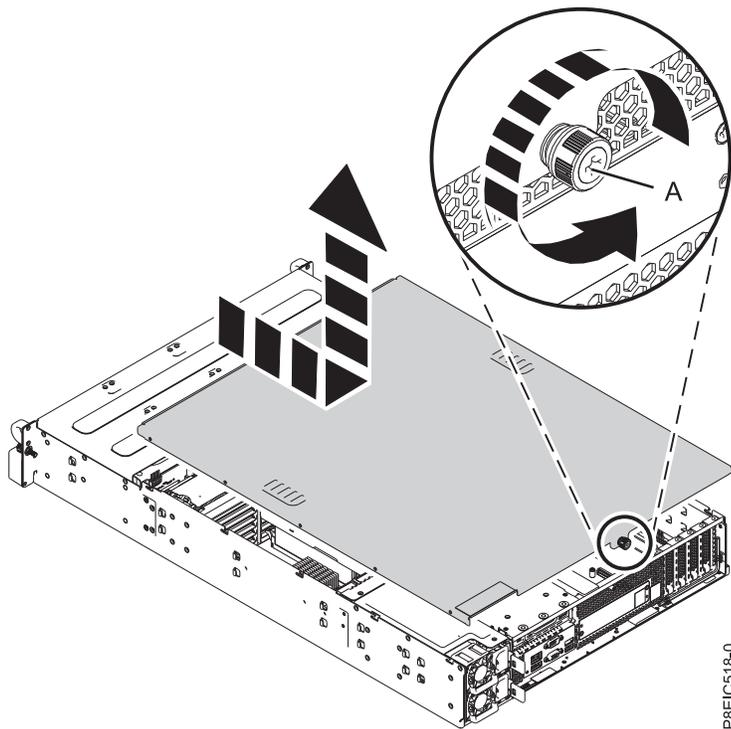

Abbildung 120. Serviceabdeckung ausbauen
1. Lösen Sie an der Rückseite des Systems die Abdeckungsschraube (A), mit der die Abdeckung am Chassis befestigt ist. Siehe Abb. 120.